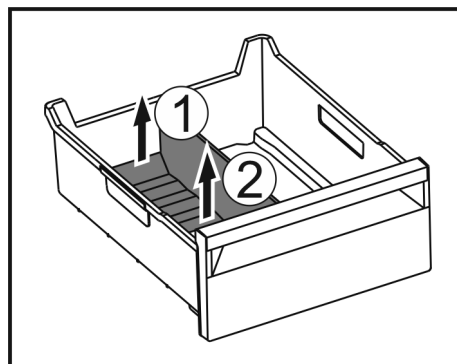

Fig. 138
- Tõstke jääkambrieraldaja tagumine osa üles. Fig. 138 (1)
- Võtke jääkambrieraldaja ülespoole välja. Fig. 138 (2)